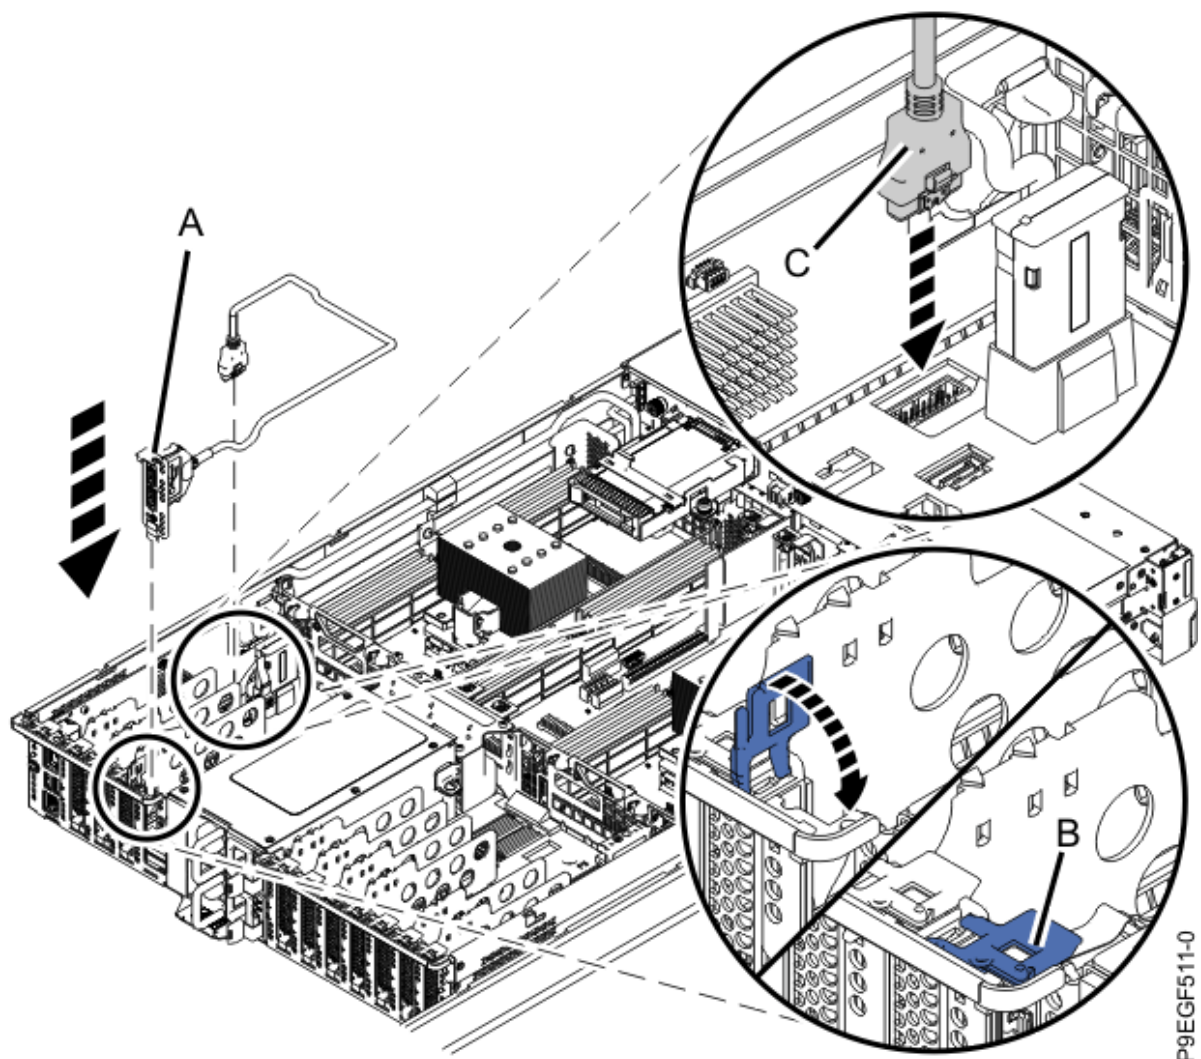

Figure 6. Remise en place du câble USB arrière
2. Insérez le boîtier du câble USB arrière **(A)** dans l'emplacement de carte PCI à l'arrière du système, comme indiqué à la Figure 6, à la page 8.